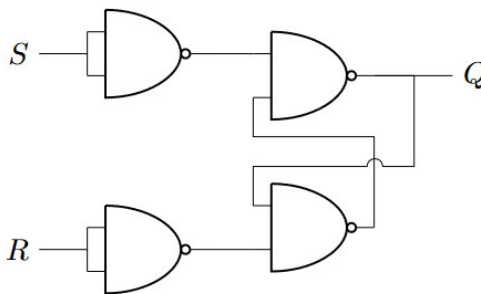

FIGURE 4 – Bascule RS à inscription prioritaire
On rappelle qu'une bascule RS à inscription prioritaire peut être réalisée à l'aide de portes NAND à l'aide du schéma électrique de la figure 4.
4. Réaliser expérimentalement le schéma électrique de la figure 4.